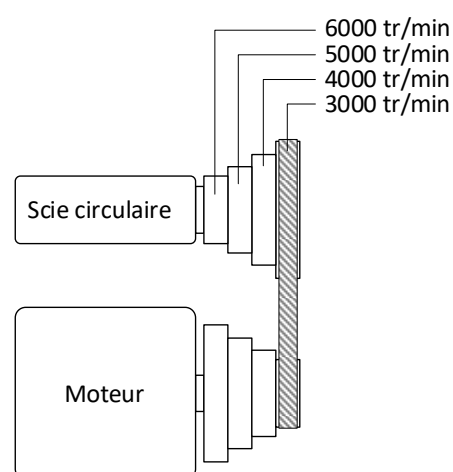

Figure 53 : schéma de vitesse
- Faire passer la courroie trapézoïdale à la vitesse souhaitée conformément à ⇨ Figure 53. **Règle générale** : Placez toujours la courroie en premier, du « grand » au « petit ».
- Faire pivoter le levier (H) vers la gauche